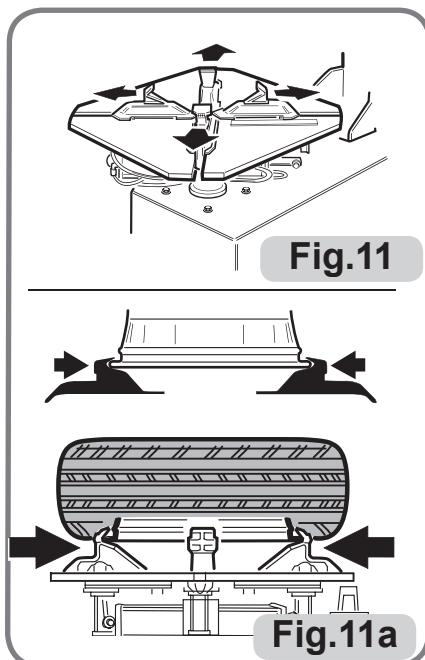

Fig.11
-Pour l'AS 914 T.I. appuyer sur la pédale (10) pour amener les mors à l'extérieur du plateau (Fig. 11), s'il faut bloquer la jante sur l'extérieur, comme le montre la Figure 11a (conseillé pour les jantes en alliage) ; sinon, pour bloquer la jante sur l'intérieur (Fig. 12a), maintenir la pédale (10) pressée pour amener les mors au centre du plateau (Fig. 12-12c). Poser la roue sur le plateau avec la partie étroite de la base creuse de la jante orientée vers le haut (les pneus peuvent uniquement être démontés et remontés du côté étroit).